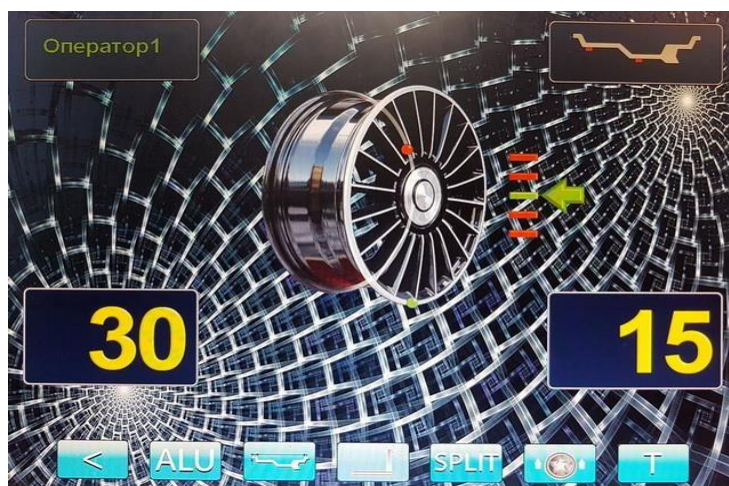

Рис. 13.1.
13.1.6. Запустите СБ, опустив защитный кожух, либо нажав кнопку «START». На экране основного рабочего режима изображение диска колеса начнёт вращаться. После окончания цикла измерения автоматически включится тормозное устройство и вал СБ остановится. В окнах 1 и 4 (рис. 8.2.) появятся значения масс балансировочных грузов в граммах, а на изображении диска появятся две красные точки, отмечающие места их установки (рис.13.1).